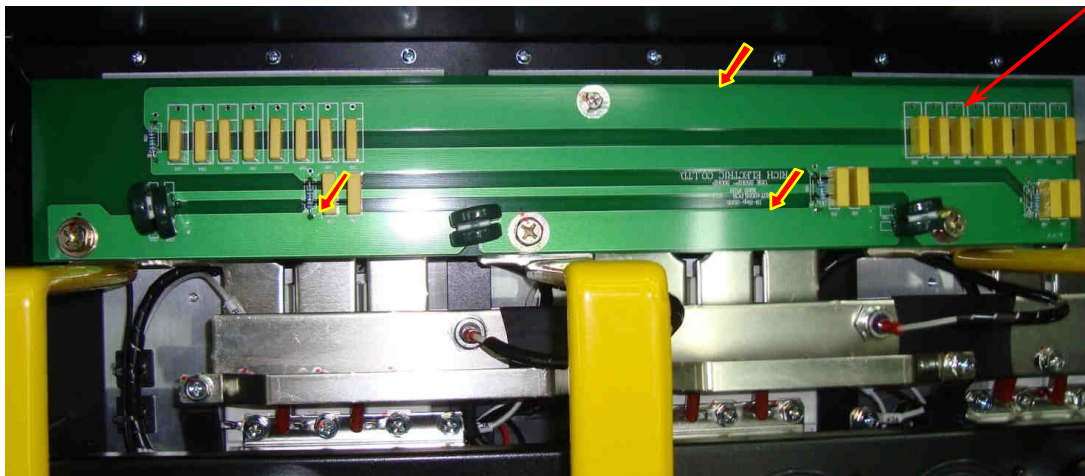

Рис. 6.7.
- 6.6.1. Выкрутить четыре винта и демонтировать плату варисторов (рис. 6.7). Винты и плату положить в тару.